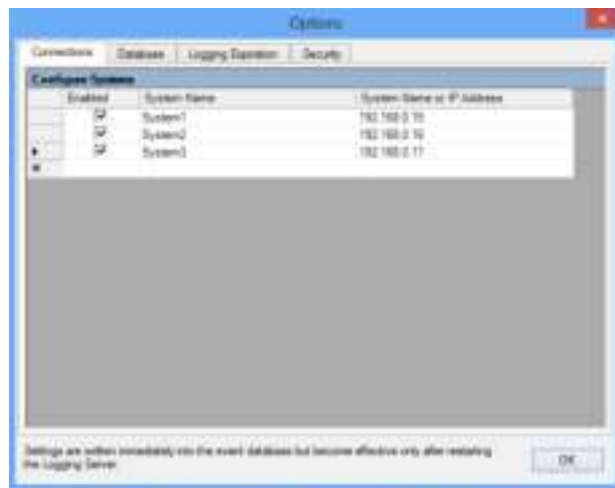

рисунок 58.10: Удалить систему (2)
- На клавиатуре ПК, на котором работает *Logging Server*, нажмите клавишу *Del*. Данная система удалится из списка (см. рисунок 58.10 для примера).